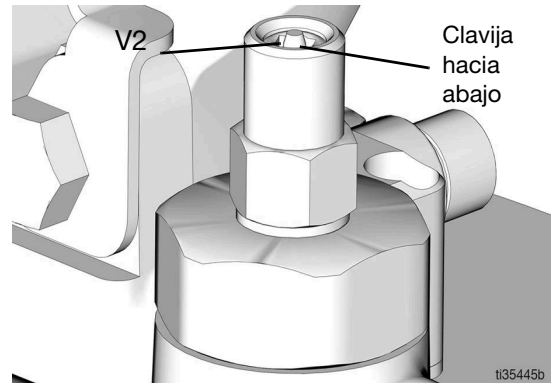

FIG. 14
1. Tire de la perilla de alivio de presión (FF) y sujétela el tiempo suficiente para aliviar la presión de la línea entre la válvula de llenado (EE) y la válvula de desconexión de llenado automático (V).
2. Cerciórese de que la clavija de desconexión de llenado automático (V2) está metida hacia abajo, lo cual indica que se ha restablecido (FIG. 14).